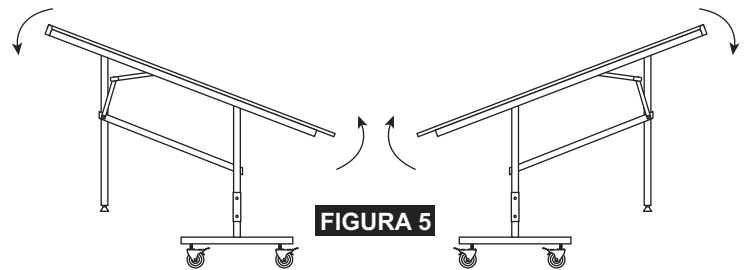

FIGURA 5
2. Baje cada mitad de la mesa hasta que las patas estén tocando el piso, vea la FIGURA 5.